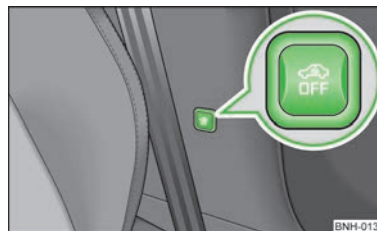

Fig. 13
- Pulsar la tecla  » fig. 13 del montante central en el lado del conductor, la tecla cambiará el color del símbolo  de rojo a naranja.